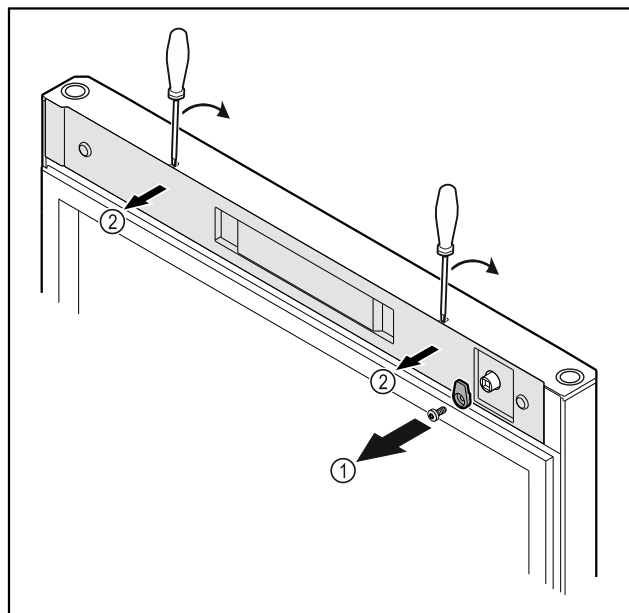

Fig. 19
- ▶ Csavarja le a reteszelő kampót Fig. 19 (1).
- ▶ Pattintsa ki a burkolatot Fig. 19 (1) egy csavarhúzó segítségével, és vegye le.